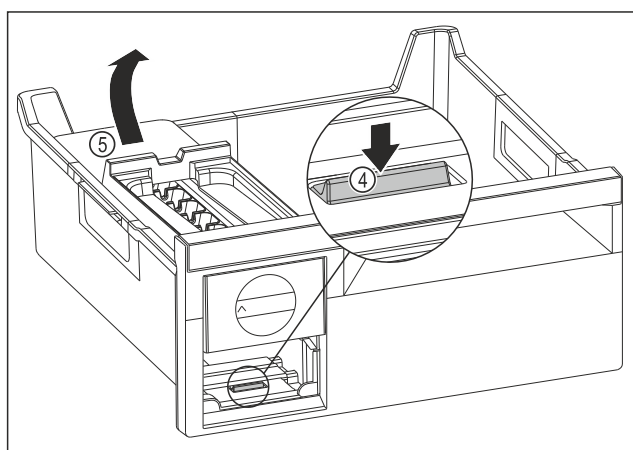

Fig. 117
- ▶ EasyTwist-Ice'i korpuse väljavõtmine: Vajutage aas Fig. 117 (4) sõrmega alla ja tõstke samaaegselt teise käega EasyTwist-Ice'i korpust Fig. 117 (5) tagant üles.